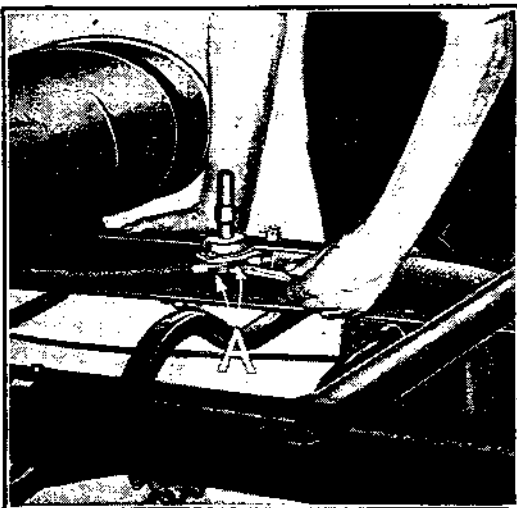

Fig. 43
c) Débrancher au contact de démarrage les câbles batterie-interrupteur et démarreur-interrupteur en dévissant les bornes de celui-ci. (Voir A, fig. 43.)